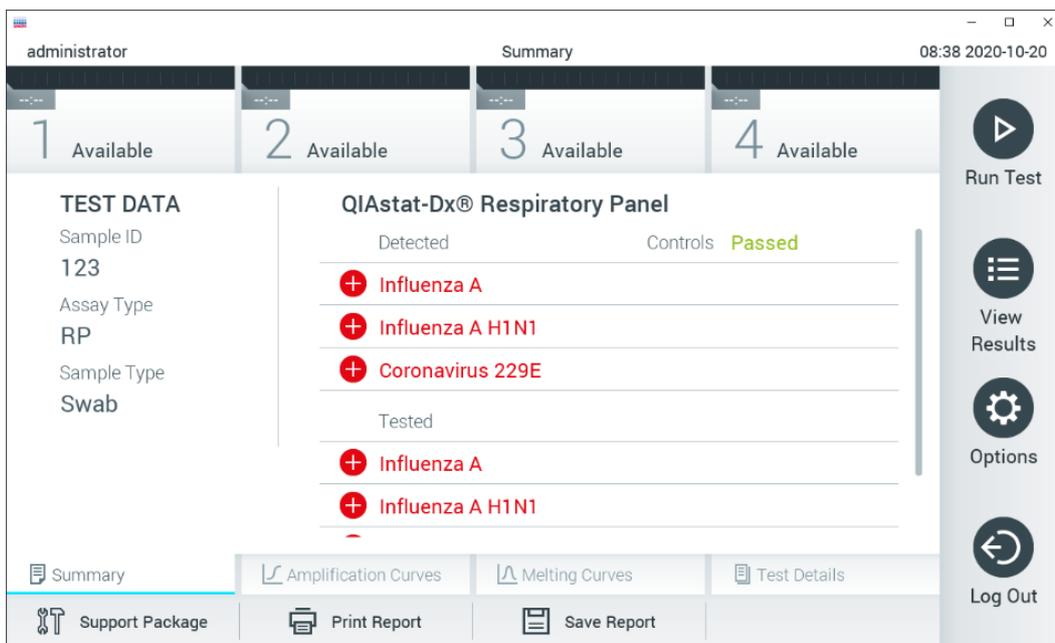

Figura 30. Pantalla de resultados Summary (Resumen).
11. Una vez que se ha expulsado el cartucho de ensayo QIAstat-Dx, aparecerá la pantalla de resultados Summary (Resumen; figura 30). Para obtener información más detallada, consulte la sección 5.5.